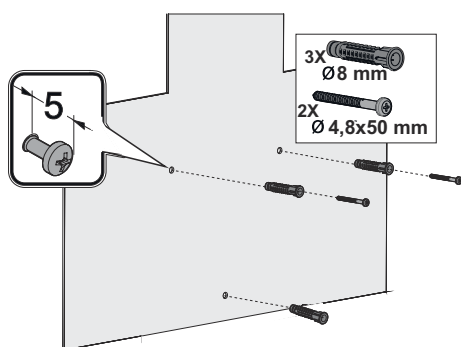

Fig. 11
3. ➤ Bor et hul med et Ø8mm bor og indsæt rawplugsene (Fig. 11).
Skrue 2 stykker 4,8x50 skruer i med et mellemrum på 5 mm mellem skruehovedet og væggen (fig. 11).